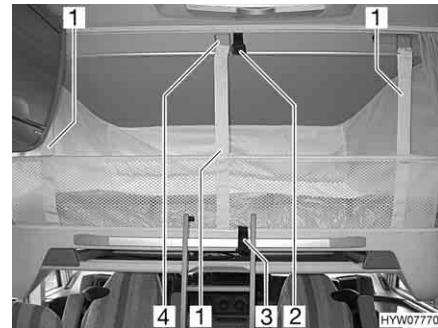
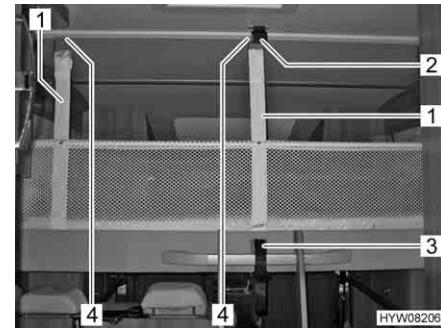

Fig. 82 Letto basculante con rete protettiva montata
Fig. 83 Letto basculante con rete protettiva montata (alternativa)
- Staccare la cintura di ritegno (Fig. 82,3 o Fig. 83,3).
- Staccare le cinture di ritegno (Fig. 82,1 o Fig. 83,1) e sistemare la rete protettiva sotto il materasso.
- Assicurare il letto basculante al soffitto (Fig. 82,2 o Fig. 83,2) mediante la cintura di ritegno (Fig. 82,3 o Fig. 83,3).
- Aggiungere le cinture di ritegno (Fig. 82,1 o Fig. 83,1) ai ganci (Fig. 82,4 o Fig. 83,4) del soffitto.